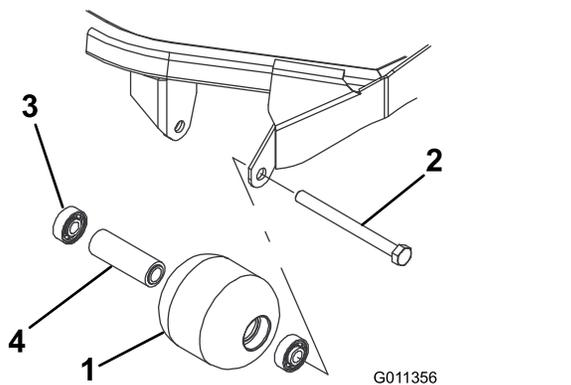

Рисунок 62
1. Снимите болт крепления валика (Рисунок 62).
4. Осмотрите корпус, подшипники и распорную втулку подшипника валика на наличие повреждений (Рисунок 62). Замените поврежденные компоненты и соберите узел.
1. Запрессуйте передний подшипник в корпус валика (Рисунок 62). Прикладывайте усилие только к наружному кольцу или одинаковое усилие к внутреннему и наружному кольцам.
2. Вставьте втулку подшипника (Рисунок 62).
3. Запрессуйте второй подшипник в корпус валика (Рисунок 62), нажимая с одинаковым усилием на внутреннее и наружное кольца до тех пор, пока внутреннее кольцо не войдет в контакт с втулкой.